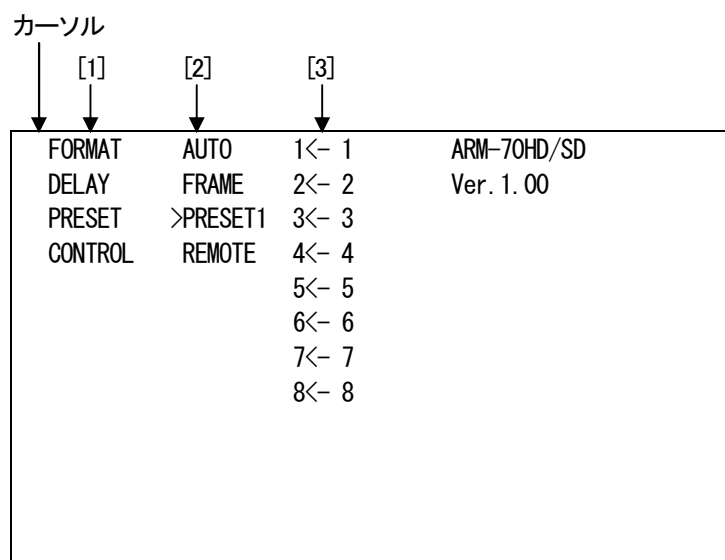

図 4-1 オンスクリーンメニュー表示
- 2) モジュール前面のMENUボタンを押すことで、表示器がメニューモードになります。(図4-1, 表4-1参照)
- 3) カーソルが左の項(図4-1[1])にある状態でツマミを廻し、設定する項目を選択します。
- 4) ENTERボタンを押すとカーソルが右の項(図4-1[2])へ移動し、ツマミを廻して変更します。(変更項目がブリンクします)
- 5) 更に階層があるメニューはカーソルが図4-1[3]へ移動し、ツマミを廻して変更します。(PRESETの変更のみ)※1
※1 PRESET変更において、図4-1[3]項の右の数字がブリンク状態になると、指定チャンネル(図4-1[3]項の左の数字)に割り当ててる音声チャンネルが変更できます。